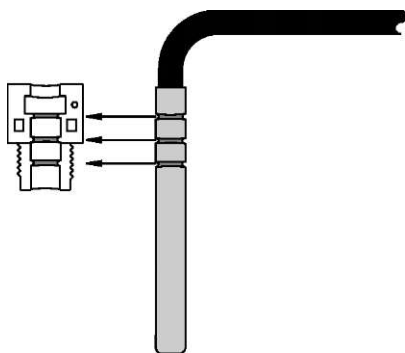

Рисунок 4.5 - Установка термопреобразователя в адаптер
- в установочный карман шарового крана (2) помещают два уплотнительных кольца (3);
- термопреобразователь (1) помещают в пластмассовый адаптер (4), состоящий из двух частей, желобки на термопреобразователе должны совпасть с желобками на адаптере (рисунок 4.5);